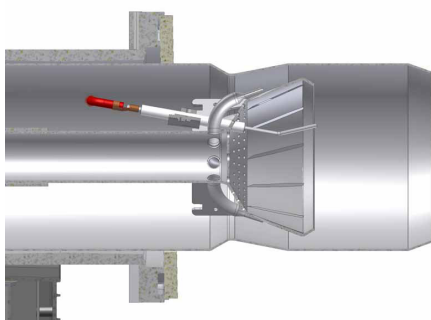
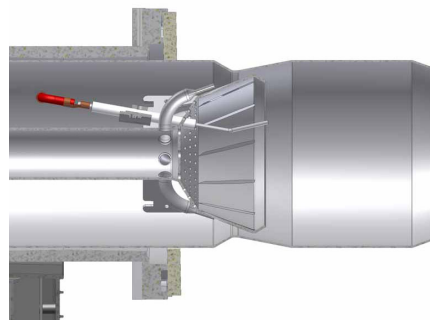

Fig. 35 - Posición "toda hacia adelante"
Fig. 36 - Posición "toda hacia atrás"
El quemador se regula en la fábrica con la cabeza de en posición de máxima potencia "MAX". La calibración de máxima potencia corresponde a la posición "toda hacia adelante" (Fig. 35) de la cabeza de combustión para los quemadores de tipo estándar y, en posición "toda hacia atrás" (Fig. 36) para los quemadores de baja emisión de NOx (Fig. 36). La posición "toda hacia adelante" de la cabeza se considera hacia el interior de la caldera, y la posición "toda hacia atrás" se considera hacia el operador. Para quitar la cabeza de combustión consultar el capítulo "Desmontaje y limpieza de la cabeza de combustión" a pagina 44. En lo que se refiere al funcionamiento con potencia reducida, desplazar progresivamente la cabeza de combustión hacia la posición "MIN" y girando el tornillo **VRT** (Fig. 60) en sentido horario. El índice **ID** indica el desplazamiento de la cabeza de combustión.
- 2 poner en marcha el quemador poniendo en ON el interruptor principal **A** del quemador (Fig. 36): en caso de bloqueo (indicado dal LED **B** del cuadro de control) presionar el botón RESET (**C**) puesto en el cuadro del quemador (ver Fig. 36).